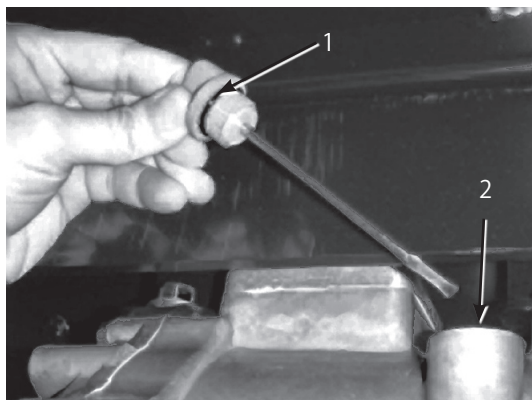

図9
2. トランスアクスルのディップスティックを抜き、ウェスで一度きれいに拭く(図9)。